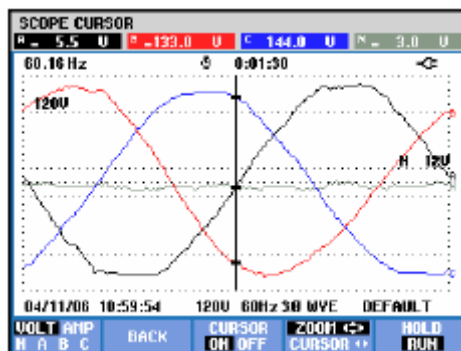

Figura 19-3. Ecran forme de undă, cursor și zoom activ
- Apăsați F4 pentru a atribui tastele săgeți pentru funcția zoom, așa cum este indicat în figura 19-3. Săgețile stânga / dreapta pot fi folosite pentru a mări sau micșora forma de undă pe orizontală. Săgețile sus / jos pot fi folosite pentru a face același lucru pe verticală. Dacă este activ cursorul, zoom-ul orizontal va funcționa simetric față de cursor. Când este inactiv, zoom-ul funcționează simetric față de centrul ecranului. Zoom-ul vertical funcționează simetric față de centrul ecranului.